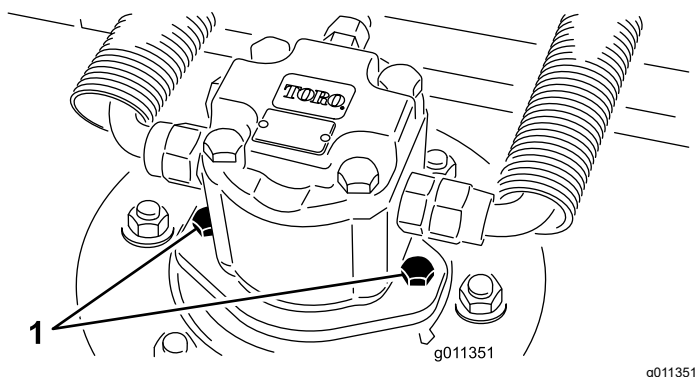

Figure 92
2. Débranchez et déposez le moteur hydraulique de l'unité de coupe (Figure 92). Couvrez le dessus de l'axe pour éviter toute contamination.
3. Posez le moteur hydraulique sur l'unité de coupe (Figure 92). Vérifiez que le joint torique est en place et en bon état.